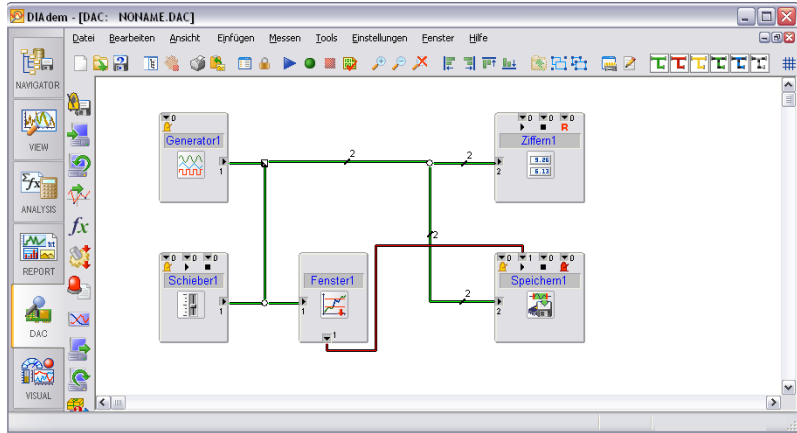

Abbildung 7-4. Erweiterter Schaltplan mit Schieberegler und Fensterbedingung
11. Ziehen Sie wie in Abbildung 7-4 eine Leitung vom Ausgang der Fensterbedingung zum zweiten Eingang am oberen Rand des Speichern-Blocks.